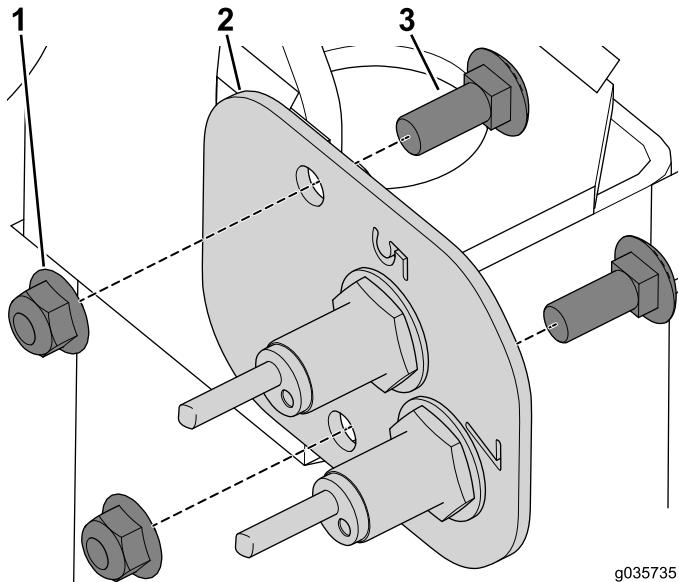

図 4
8. 左側センサーパートをフレームに固定しているキャリッジボルトとフランジナットを外す図 4。